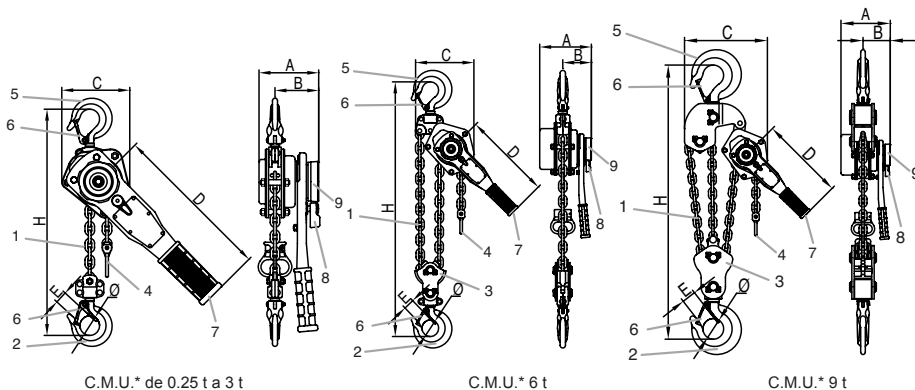

Fig. 1
Il paranco bravo™ viene fornito equipaggiato con una catena di sollevamento (rif.1, fig.1) di altezza di sollevamento standard di 1.50 m. I modelli da 0.5 ton. a 3 ton. sono a catena singola con gancio di sollevamento all'estremità (rif.2, fig.1). Il modello 6 ton. è a doppia catena e gancio di sollevamento con bozzello (rif.3, fig.1).
L'estremità libera della catena è corredata di un fermo di fine corsa bassa (rif.4, fig.1).
1. Verificare che il paranco bravo™ sia correttamente sospeso al suo gancio di sospensione (rif. 5, fig. 1) e che la linguetta di sicurezza del gancio (rif. 6, fig. 1) sia ben chiusa (vedere fig. 2 e 3).
Il paranco bravo™ è manovrato per mezzo di una leva (rif. 7, fig. 1), azionata dall'operatore con un movimento di andata/ritorno per alzare o calare un carico, tirare o applicare una tensione.